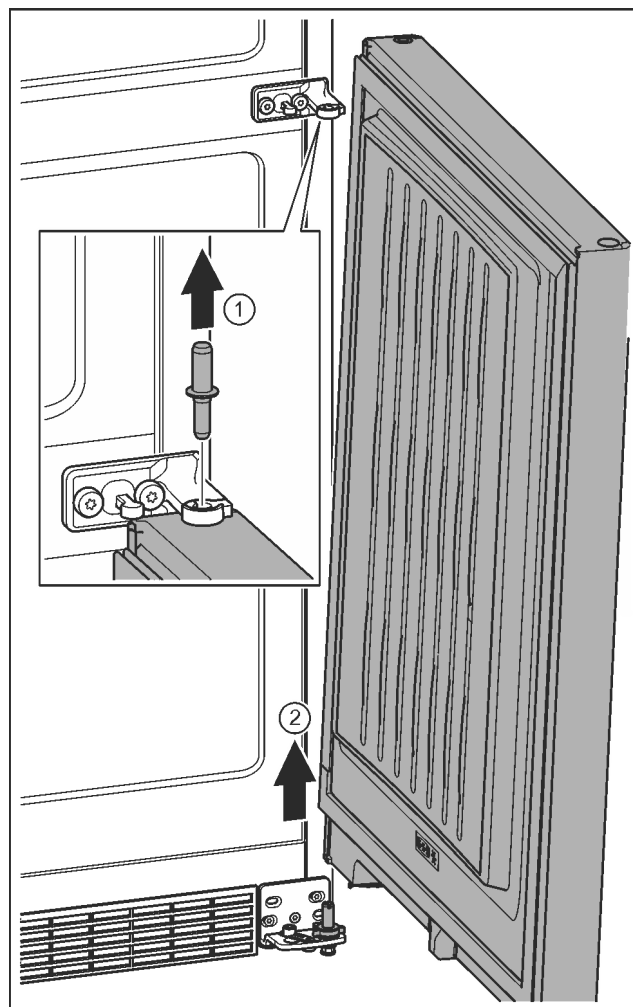

Fig. 12
- ▶ Извлекь пальцы движением вверх. Fig. 12 (1)
- ▶ Отклонить дверь, приподнять вверх и отставить в сторону. Fig. 12 (2)